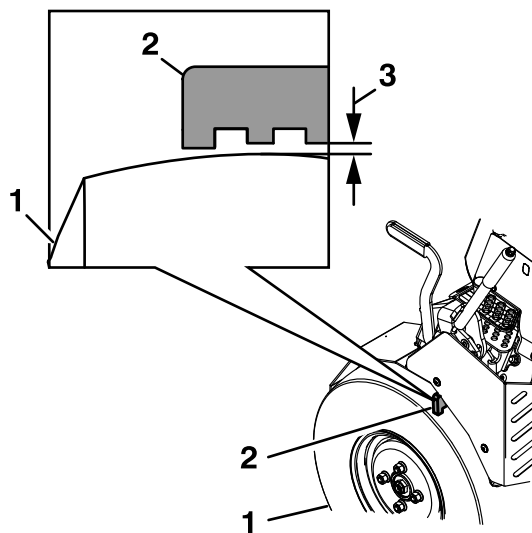

Figure 21
3. Lorsque le frein de stationnement est desserré, les barres de frein doivent se soulever des pneus et le levier manuel doit se déplacer en avant. Lorsque le frein est desserré, les dents de l'amortisseur de frein et la roue motrice doivent être espacés de 16 à 19 mm ($\frac{5}{8}$ à $\frac{3}{4}$ po) (Figure 21).